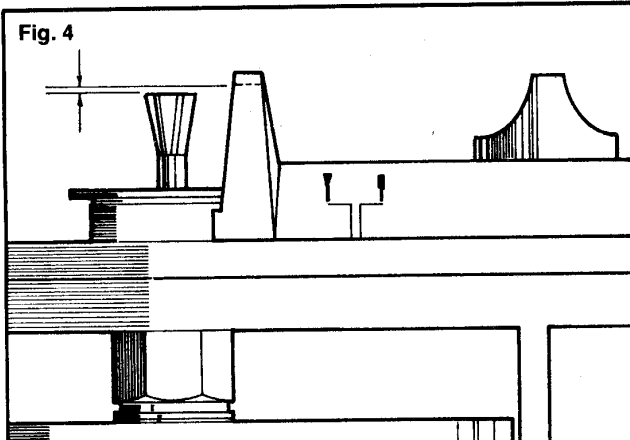

Fig. 4
7. Lower adjustable table, and loosen orange knob on sliding depth guide. Push guide forward, and adjust table so top of bit just clears the guide (Fig. 4). Lock table into place and check again.
7. Descendre la table ajustable et relâcher le bouton orange sur le guide de profondeur à curseur. Avancer le guide et ajuster la table de façon que le guide soit dégagé de justesse, par le haut de la mèche (Fig. 4). Bloquer la table en place et révéifier.